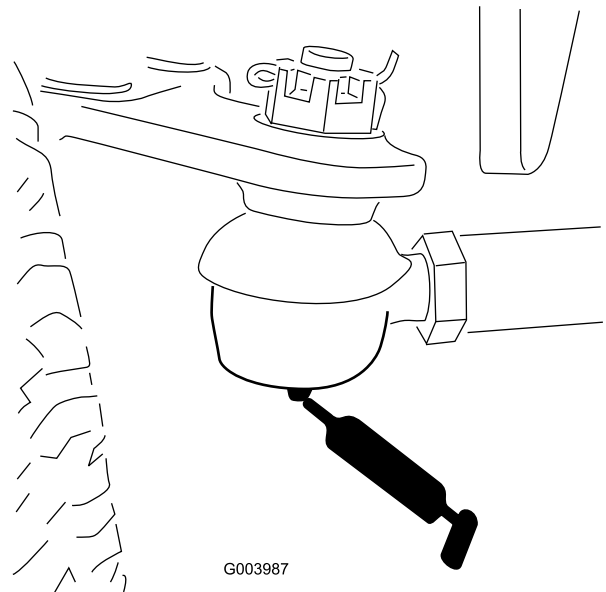

Figure 42
- Bielle de essieu arrière (2) (Figure 42).